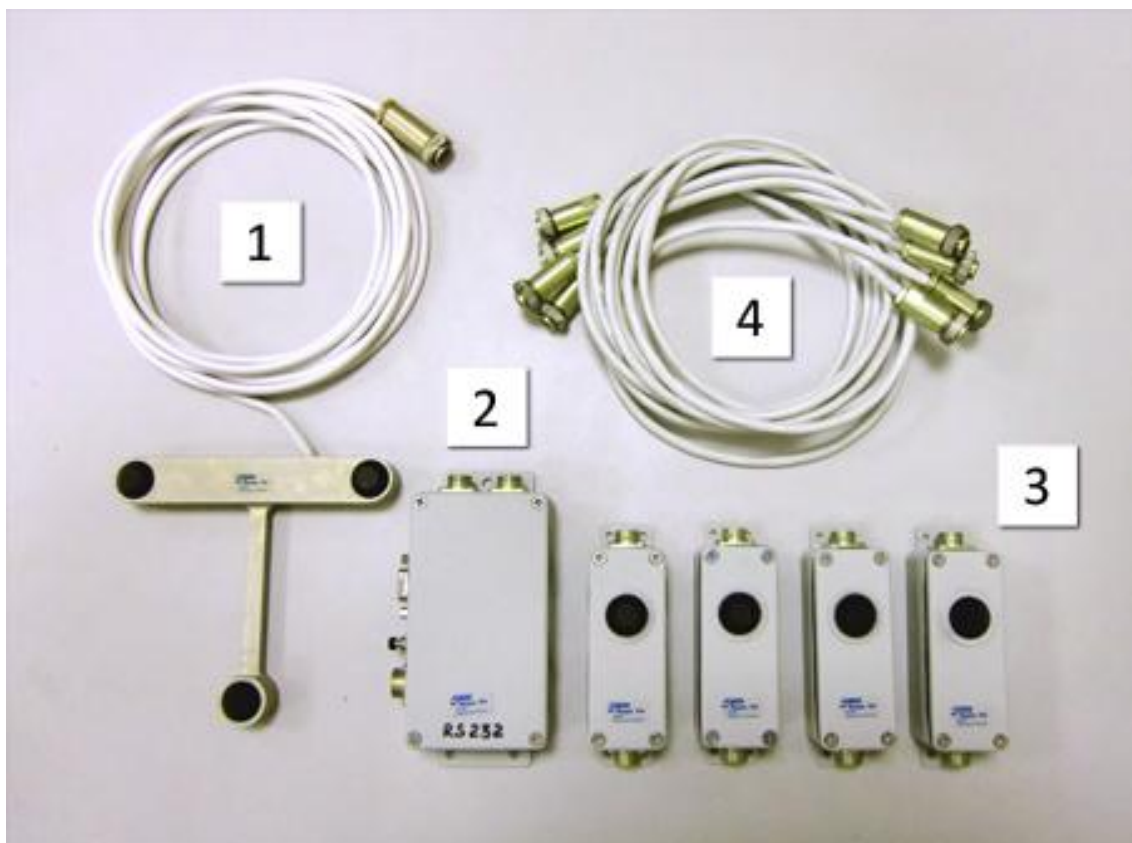

Рис. 1. Состав модульной системы позиционирования UM-16
Система позиционирования UM-16 содержит модуль излучателя с одним, или тремя ультразвуковыми передатчиками и датчиком инерции (1), модуль управления (2), и приемные модули (3). Дополнительно в состав системы могут входить соединительные кабели (4), внешний источник питания типа БПН 30-0,5, зарядное устройство типа БПС 3-0,5 (см. Рис. 1).